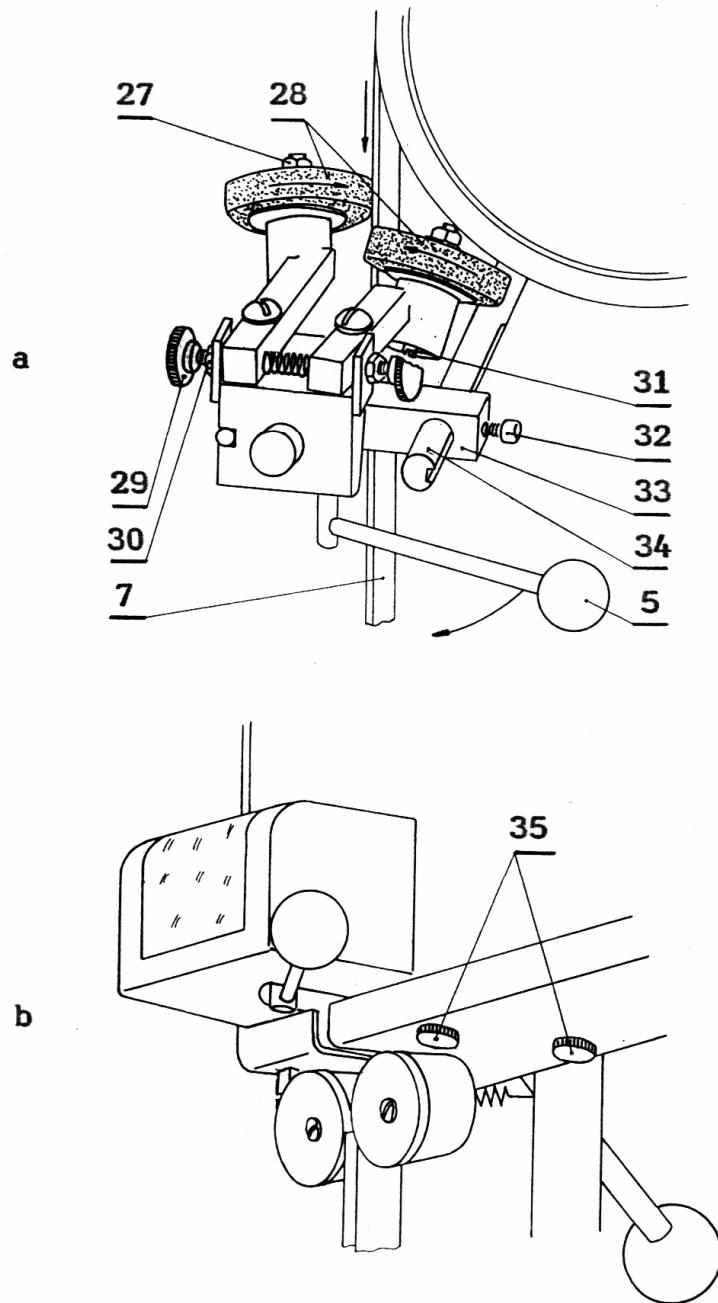

Рис. 4 Заточное устройство
- опустить лапку (4) в нижнее положение,
- медленно поворачивать рычаг управления заточным устройством (5) рис. 4 в направлении к себе до тех пор, пока заточные камни (28) не начнут затачивать ленту и в этом положении удержать рычаг несколько десятков секунд или в случае новой ленты до тех пор, пока не появится острие
- медленно освободить рычаг (5) (он возвращается автоматически)
- незначительно вкручивая или выкручивая винт (29) рис. 4а методом подбора, установить такое расстояние заточных камней (28), чтобы они одновременно начали вращаться при
- соприкосновении с лентой (7), приводимой в движение вручную подкручиванием одного из колес
- после регулировки винт (29) заблокировать гайкой (30).
При демонтаже заточного устройства с раскройной машины, например при замене заточных камней, необходимо снять его с крепежного стержня (34) рис.4 (например при замене ленты), для чего нужно освободить винт (32).
С этой целью (см. рис. 4а) следует:
- по крайней мере один раз в день чистить зазор в нижнем ведущем устройстве (рис. 4б),